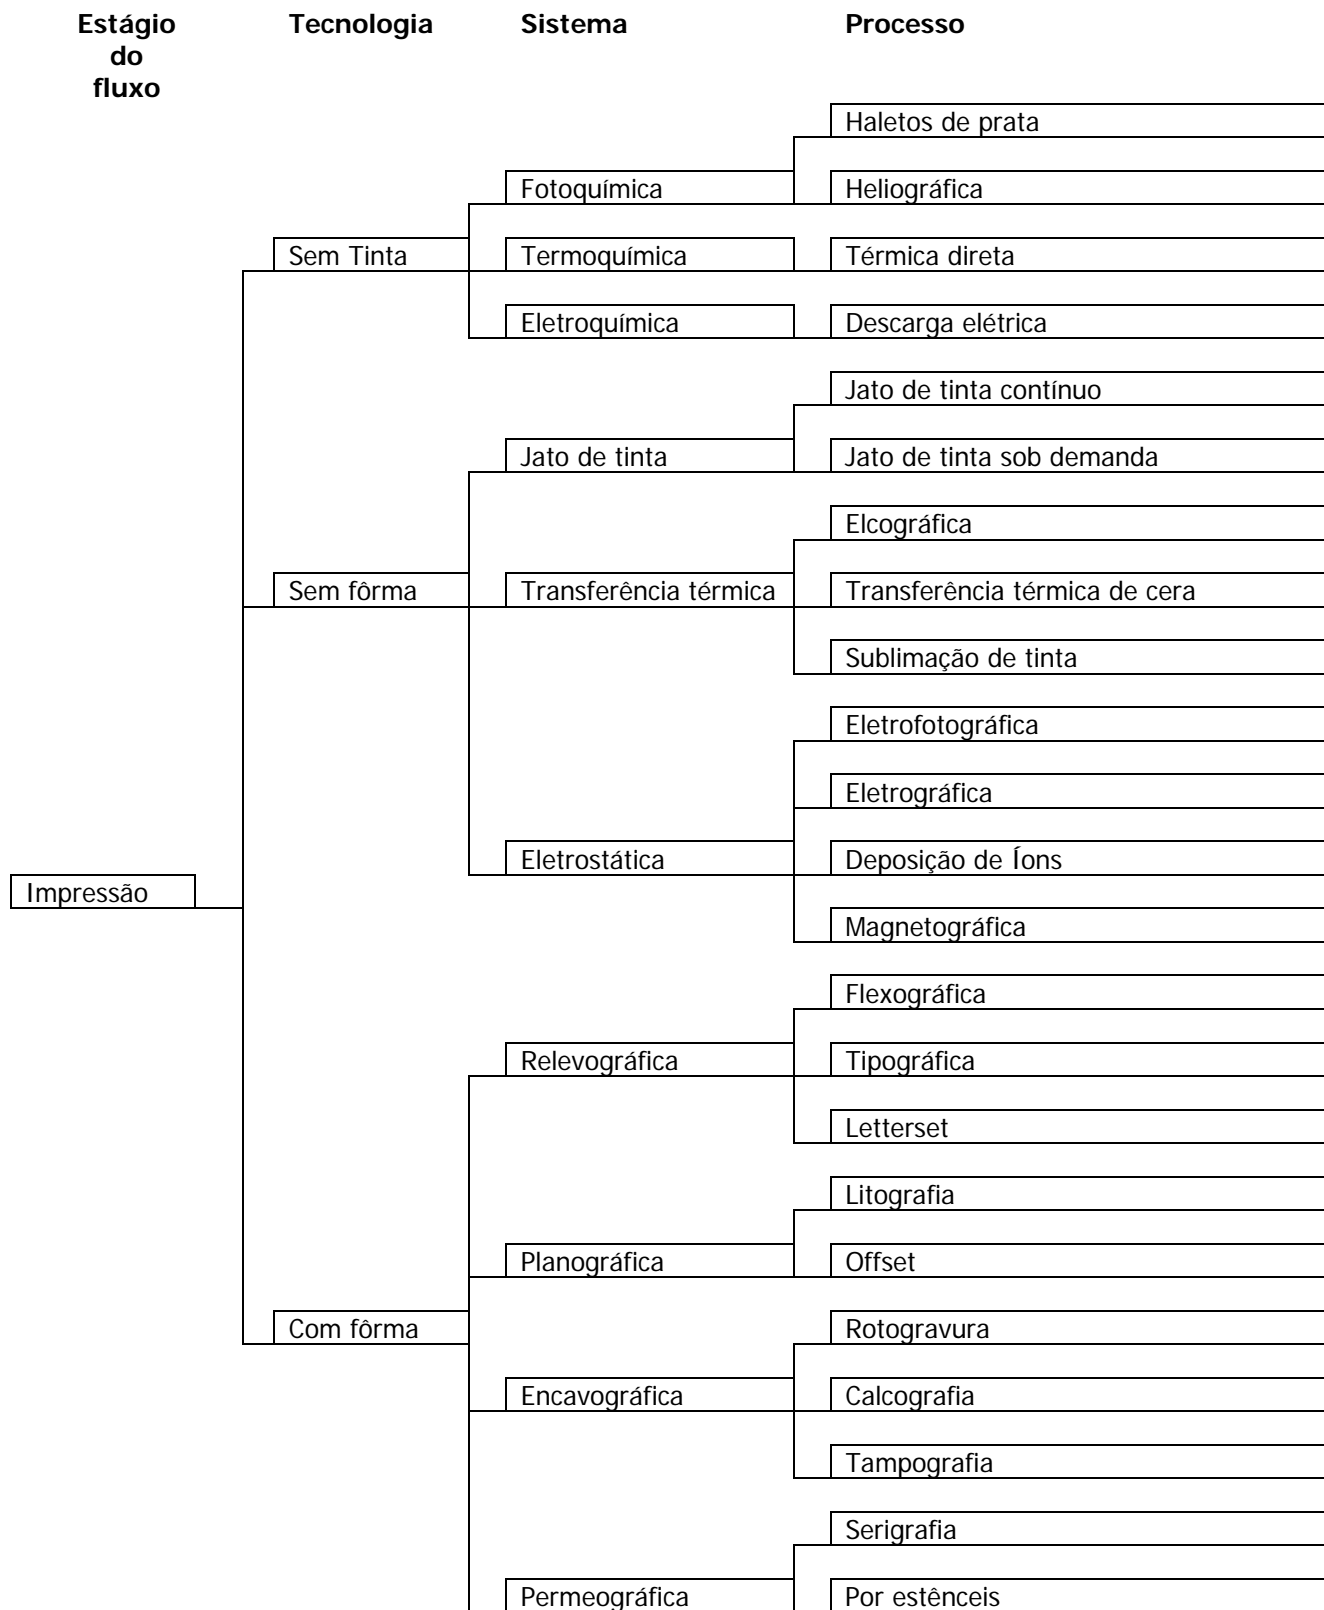

FIGURA 3
4.3 *Pós-impressão* é a terceira etapa do fluxo de trabalho da tecnologia gráfica e inclui o acabamento de produtos de consumo e sua logística (armazenamento, distribuição etc.). *Acabamento* é o sistema de pós-impressão que utiliza processos (tais como revestimento, corte, refile, gofragem e outros métodos) para criar, realçar e preservar qualidades táteis e visuais da superfície de suportes em branco ou impressos e determinar seu formato e dimensões. (figura 3)